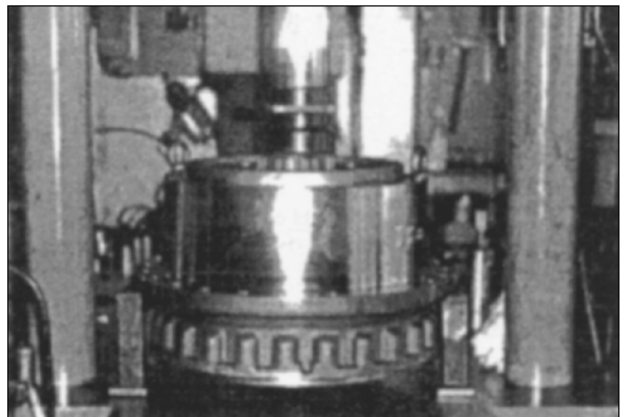

Рис. 87
25. Используя пресс и стопор, отделите ступицу от корпуса редуктора. Рис. 87.